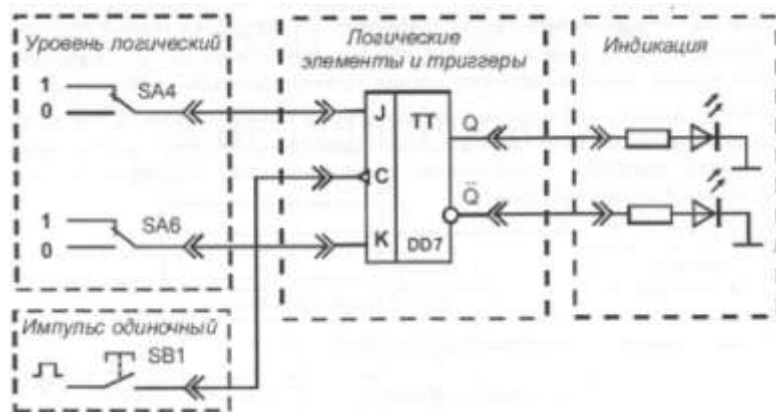

Рисунок 17 - Схема соединений для исследования JK -триггера при подаче на вход одиночных импульсов
2. Проверить таблицу истинности JK-триггера и определить, исправен ли он. Для этого собрать схему (рис. 17), подключив выходы гнезд «Уровень логический» к соответствующим. Подключить источник сигнала «Импульс одиночный», формирующий одиночные импульсы с положительной полярностью, к входу C. Включить тумблер «Сеть». Задавая различные комбинации входных логических сигналов тумблерами SA4 и SA6 на входах J и K и нажимая на кнопку SB 1 (синхронизирующий импульс), составить таблицу истинности JK-триггера. Уровню логической «1» на выходе триггера Q соответствует свечение светодиода. Результаты занести в табл. 22. Обратите внимание, на каком фронте синхроимпульса «С» происходит переключение JK-триггера. Выключить тумблер «Сеть». Сравнив результаты с таблицей 24 определить, исправен ли триггер.